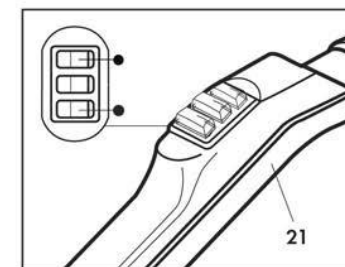
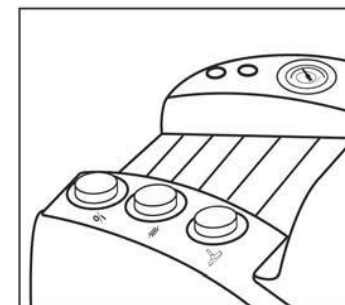

Fig. 14
Fig. 15
Per arrestare l'apparecchio spegnere gli interruttori di comando vapore e aspirazione posti sull'impugnatura (21) (Fig. 14); spegnere gli interruttori posti sull'apparecchio (Fig. 15) e scollegare la spina dalla presa di corrente.